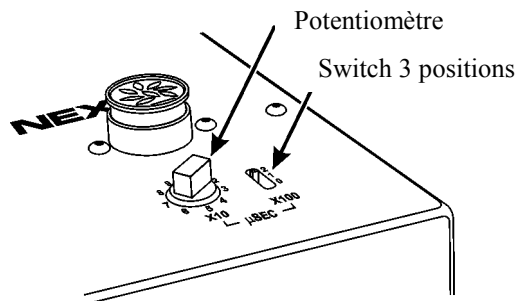

Figure 2-5 : Commandes de la durée d'impulsion lumineuse
La durée d'impulsion lumineuse fait référence à la durée d'éclairage des LED pendant chaque acquisition d'image. L'adaptateur d'éclairages stroboscopiques possède deux commandes destinées à régler la durée d'impulsion lumineuse (Figure 2-5). La première commande est un commutateur coulissant à trois positions codé X10, qui sélectionne une durée d'impulsion de 0 (0), 100 (1), ou 200 microsecondes (2). La seconde commande consiste en un commutateur rotatif codé X100, dont les positions de 0 à 9 correspondent aux durées d'impulsion de 0 à 90 microsecondes.